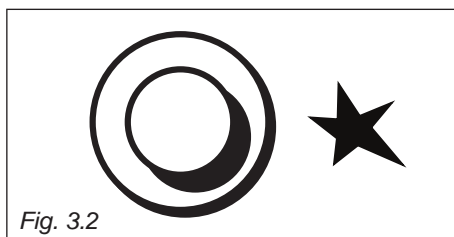

Fig. 3.2
- Per le cucine SE.. 554 P .. N ED posizionare i cavallotti "C" sulla morsettiera "B" (fig. 3.2) secondo lo schema di fig. 3.4.
2. Avvicinare una fiamma al bruciatore. Nei modelli provvisti di accensione elettrica premere il pulsante di accensione (fig. 3.2). La scintilla prodotta dall'elettrodo posizionato vicino al bruciatore accenderà il bruciatore scelto. **Non continuare mai questa operazione per più di 15 secondi. Se il bruciatore non si è acceso, attendere circa 1 minuto prima di ripetere l'accensione.** Se l'accensione elettrica non funziona si può accendere manualmente avvicinando una fiamma al bruciatore.